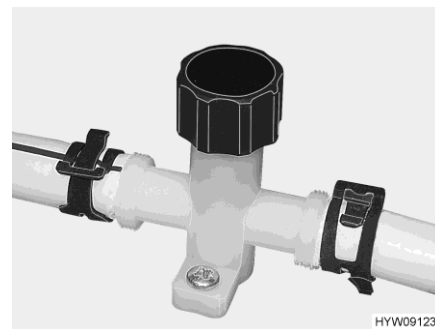

Bild 102 Avtappningskran (vattenledning)
- Öppna alla avtappningsventiler (Bild 102).